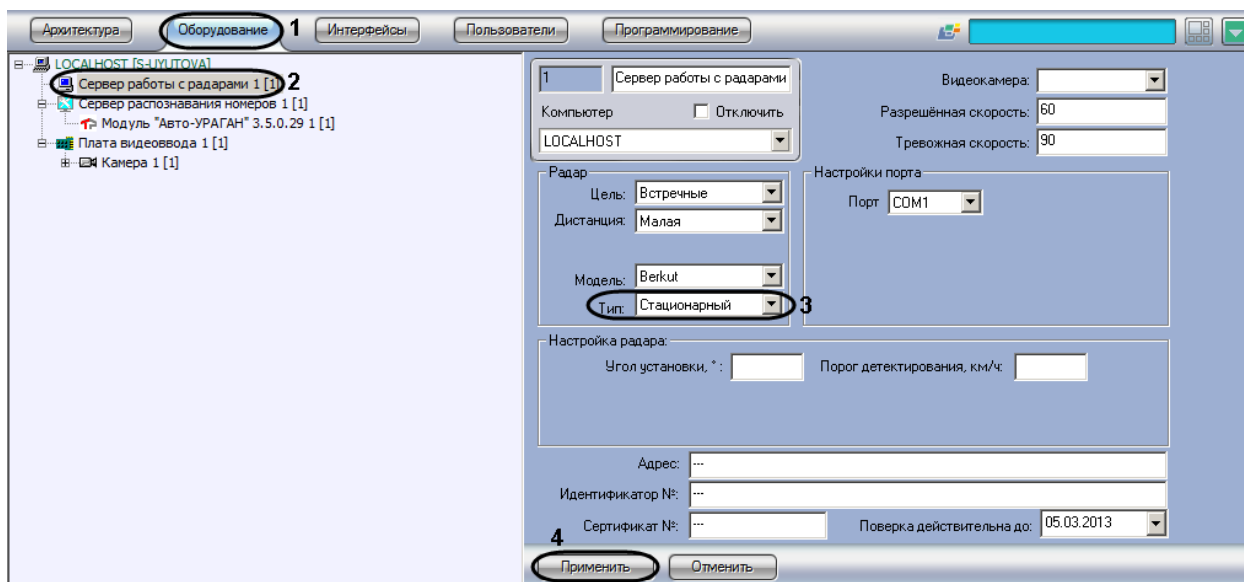

Рис. 7.3—6. Выбор типа установки устройства «Радар»
2. В дереве объектов на вкладке «Оборудование» выбрать объект «Сервер работы с радаром», соответствующий настраиваемому программному модулю «Радар» (см. Рис. 7.3—6, 2). В правой части вкладки «Оборудование» отобразится панель настройки выбранного объекта.
3. В списке «Тип» выбрать тип установки устройства «Радар». Если устройство «Радар» устанавливается стационарно, то требуется выбрать пункт «Стационарный», если устройство «Радар» используется на движущихся транспортных средствах, то требуется выбрать пункт «Движущийся» (см. Рис. 7.3—6, 3)
4. Нажать кнопку «Применить» (см. Рис. 7.3—6, 4).